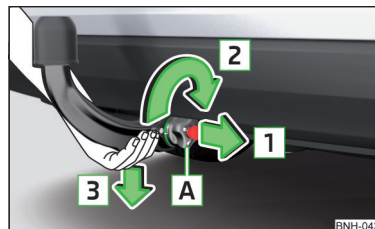

Fig. 225
- Prindeți tija cuplei **din partea de jos** » fig. 225.